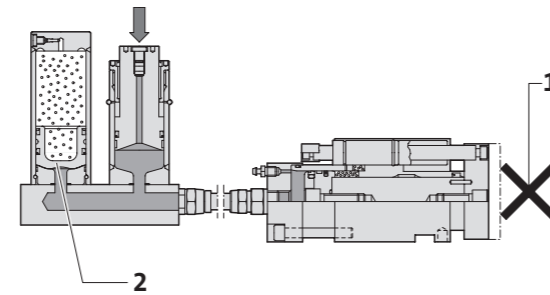

Abbildung 6:
4.2 Sicherheitsfunktion (Abb.6)
Wenn der Arbeitshub des Nehmers in der Presse blockiert wird (1), erfolgt ein Anheben des Kolbens im Druckspeicher (2). Das Öl wird in den Druckspeicher verdrängt, wodurch ein Überdruck im System verhindert wird (Abb.6).